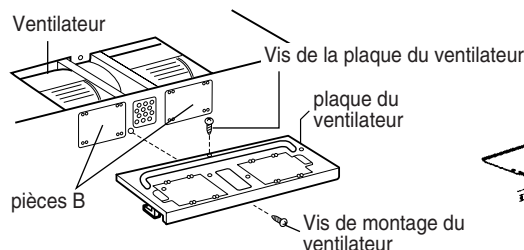

Figure 21
- Remonter la plaque du ventilateur sur le four à micro-ondes. Fixer en place avec une vis du ventilateur et une ou deux vis de la plaque du ventilateur. Voir la figure 21.